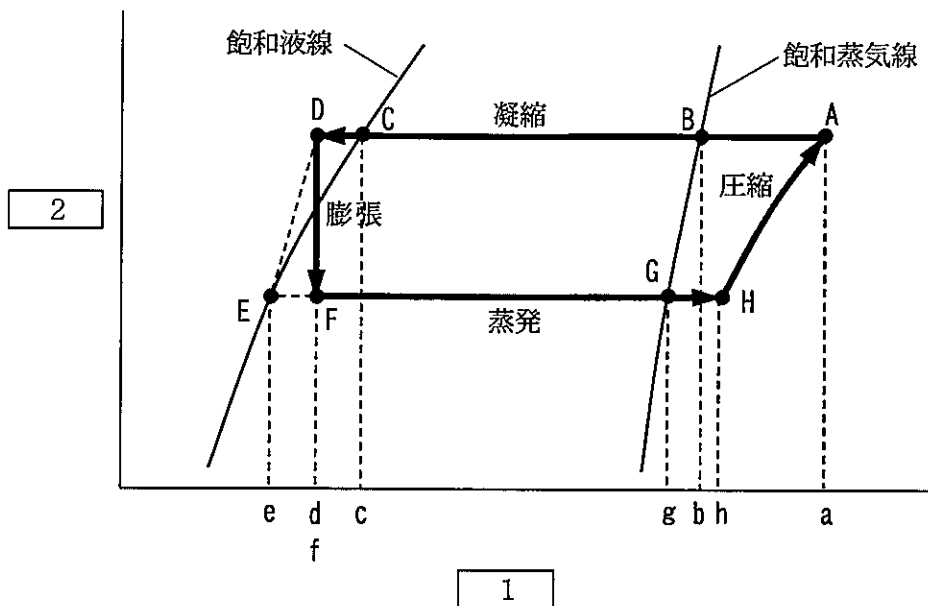

図 1 冷凍サイクル
- (1) 図 1 の点 A、D、F、H を結ぶ線分は、蒸気圧縮冷凍機の冷凍サイクルを線図に表したものであり、この線図はモリエ線図と呼ばれている。